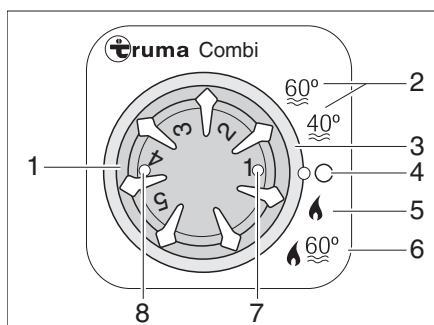

Bild 245 Kontrollenhet för värme/varmvattenberedare
- Respektive driftläge ställer man in med hjälp av vridströmställaren (Bild 245,3).
Värmesystemet väljer automatiskt rätt brännarsteg motsvarande inställd värmenivå. Vid driftstyp "värmesystem och varmvattenberedare" (Bild 245,6) värms även vattnet i varmvattenberedaren upp. Värmesystemet kan vara i drift med tom varmvattenberedare i driftstypen "värme utan varmvattenberedare" (Bild 245,5).
- Ställ temperaturvredet (Bild 245,1) på kontrollenheten till önskad värmenivå.
- Ställ vridomställaren (Bild 245,3) till vinterdrift "värme utan varmvattenberedare" (Bild 245,5) eller vinterdrift "Värme och varmvattenberedare" (Bild 245,6).
Den gröna kontrollampan (Bild 245,7) lyser.
- Ställ vridströmställaren (Bild 245,3) i läge "O" (Bild 245,4).